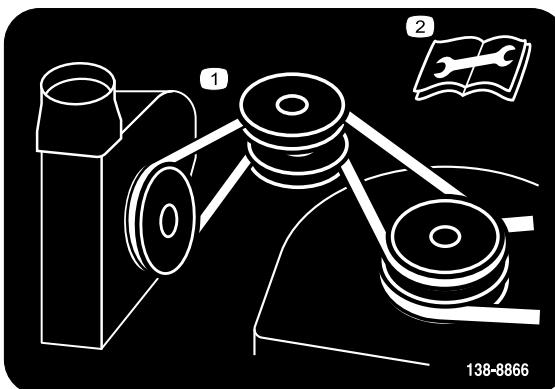

Bild 27
8. Verlegen Sie den Riemen um das Gebläse und die Spannscheiben, wie in **Bild 27** abgebildet. Legen Sie den Riemen in die Keilnut der Riemscheibe des Gebläses. Halten Sie den Riemen straff und drehen Sie die Riemscheibe langsam von Hand.